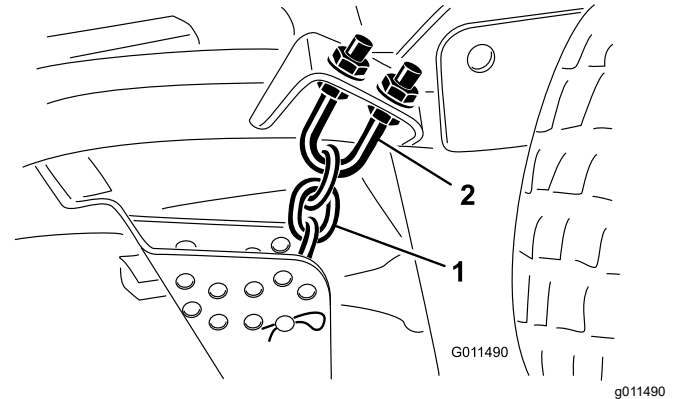

Figura 120
1. Afloje las contratuercas en la parte superior o inferior del perno en U de la cadena de altura de corte (Figura 120).